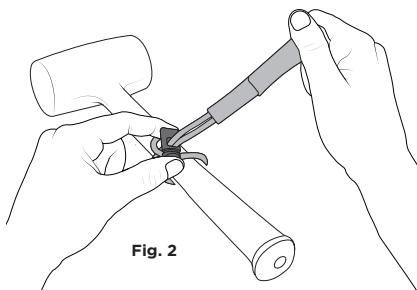

Fig. 2
3. Choke Elastic Loop/Cinch Tool Tail™ onto the tool by sliding it around the tool's shaft and snug the barrel lock down tightly if applicable [fig 2]. Note the 3700 Web Tool Tails™ do not work with Squids® Cold Shrink Tool Trap™.
3. Anude el Tool Tail™ de cincha/lazo elástico en la herramienta deslizándolo alrededor del eje de la herramienta y, si corresponde, apriete con firmeza el seguro en forma de cilindro [fig. 2]. Tenga en cuenta que los Tool Tails™ 3700 de correa no funcionan el Tool Trap™ retráctil en frío Squids®.